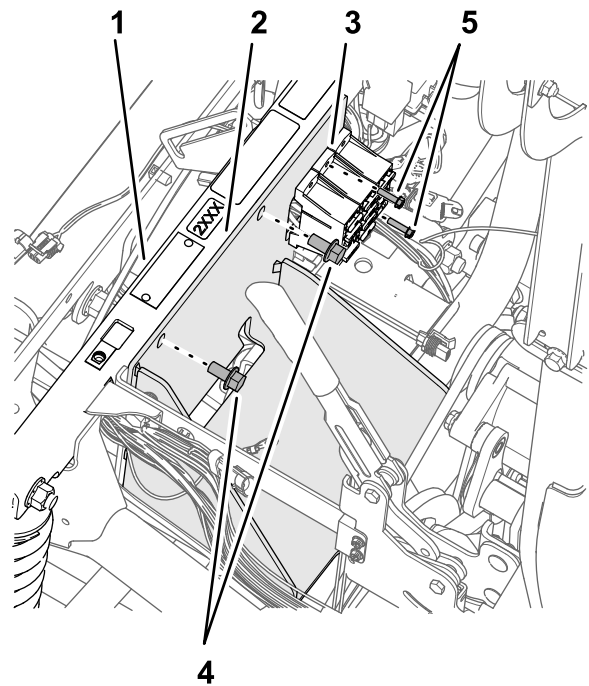

Figura 174
2. Monte el soporte de la batería en el tubo del sujeción del amortiguador (Figura 174) con los 2 pernos con arandela prensada (3/8" x 3/4") que guardó en el paso 4 de Retirada de la batería \(300 A\) y el soporte de la batería (página 78).
4. Sujete los bloques de fusibles al soporte de la batería (Figura 174) con el perno (10-24 x 3/4") y las tuercas (10-24) que retiró en el paso 3 de Retirada de la batería \(300 A\) y el soporte de la batería (página 78).